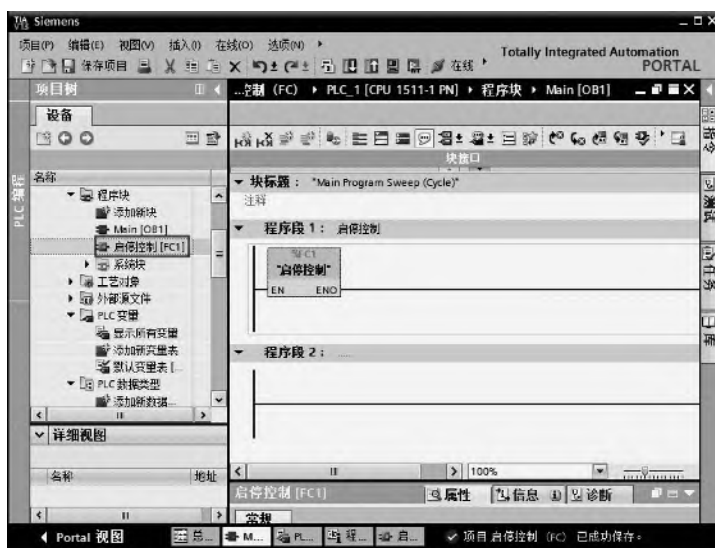

图 5-5 在主程序中调用功能
④ 在 TIA 博途软件项目视图的项目树中，双击“Main[OB1]”，打开主程序块“Main[OB1]”，选中新创建的函数“启停控制（FC1）”，并将其拖拽到程序编辑器中，如图 5-5 所示。至此，项目创建完成。